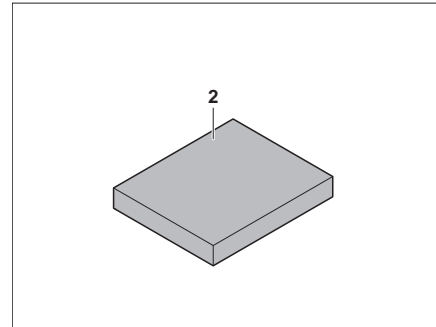

Fig. 149 Coussin supplémentaire
- Placer le coussin supplémentaire (Fig. 149,2) au milieu sur la table.